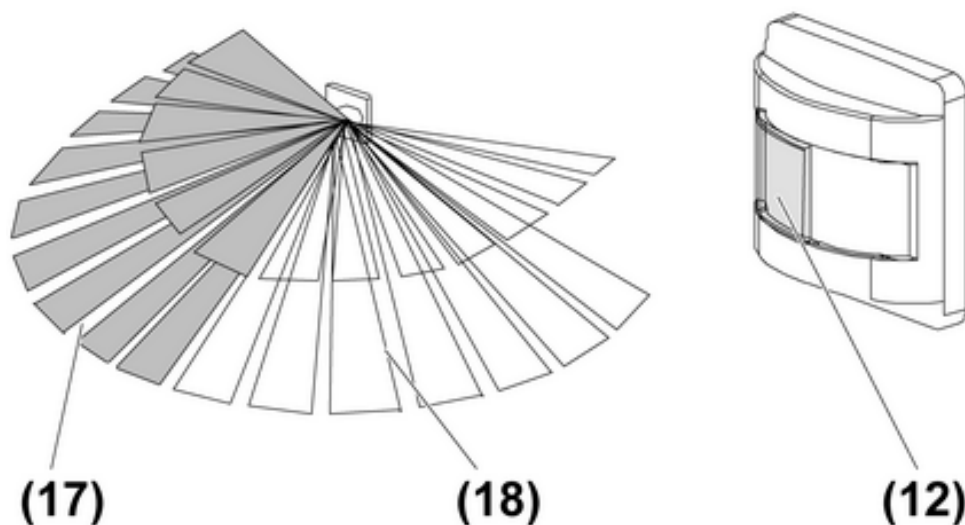

Figura 14: Utilizzare l'elemento diaframma
L'elemento diaframma fornito in dotazione (12) (figura 14) può coprire di 90° ciascuna la metà sinistra (17) o destra (18) della zona di rilevamento.